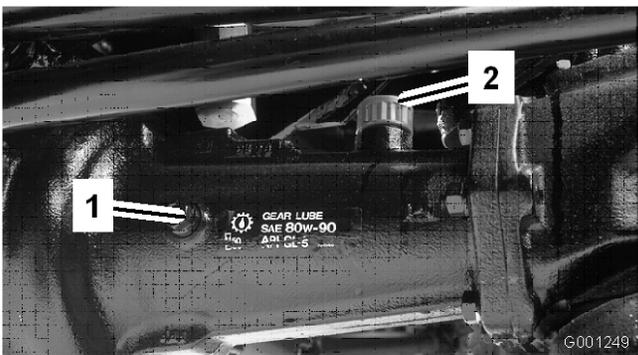
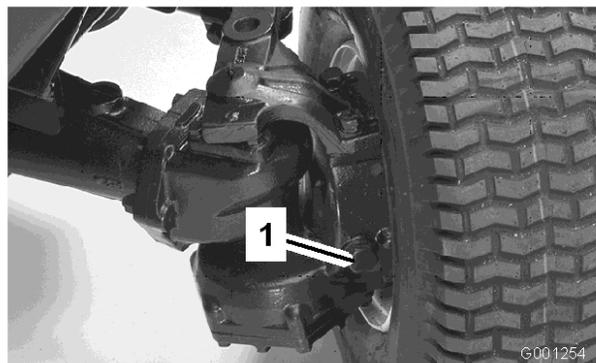

Figura 26
Figura 27
2. Togliete i tappi di controllo dal ponte posteriore e verificate che il lubrificante raggiunga la base di ciascun foro. Se il livello è basso togliete i tappi di riempimento e rabboccate con lubrificante fino alla base dei fori del tappo di controllo (Figura 26 e Figura 27).